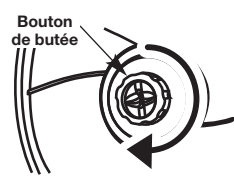

Fig. 12
1. Tournez le bouton de bosse dans le sens des aiguilles d'une montre jusqu'à ce que toute la ligne soit à l'intérieur de la tête de découpage (Fig. 12).
3. Tenez la couverture de bobine, tournez le bouton de bosse dans le sens des aiguilles d'une montre pour enrouler la ligne autour de la bobine jusqu'à environ à 5 po. (12.7 cm) dépasse de chaque côté de la tête de découpage. (Fig. 12)
2. Relâchez le levier d'accélérateur et laissez le moteur au ralenti. Si le moteur s'arrête, utiliser un petit tournevis cruciforme pour tourner la vis de ralenti dans le **sens horaire**, 1/8 de tour à la fois (autant de fois que nécessaire), jusqu'à ce que le ralenti du moteur soit régulier (fig. 12).